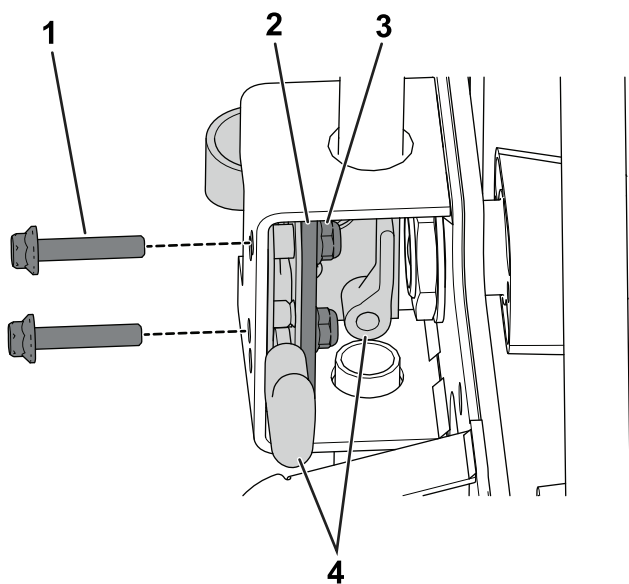

Figura 1
1. Retire los pernos, la placa de apoyo y las tuercas que sujetan el conjunto de enganche al soporte de la manilla (Figura 1).
6. Instale el conjunto de enganche en el soporte de la manilla usando las fijaciones que retiró en el paso 1; consulte la Figura 1.